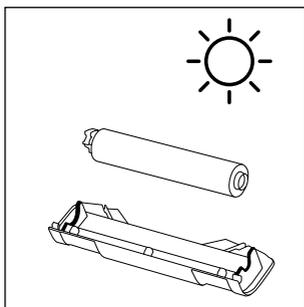

Fig. 37
- ◆ Lad børsterullen **6** og sprøjtebeskyttelsen **7** tørre helt, før du anbringer dem på produktet igen (se fig. 37).